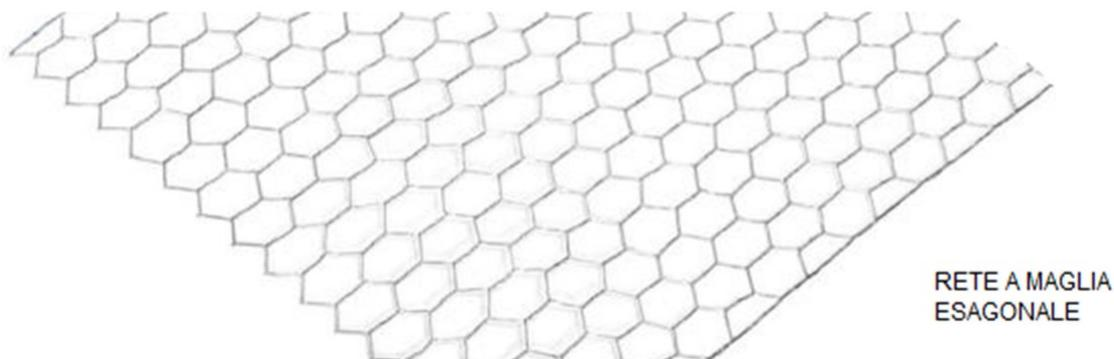

Fig. 3: inserimento della rete di rinforzo sopra tubazioni o canalizzazioni
- Sopra tubazioni o canalizzazioni è necessario armare il massetti con una rete di filo sottile a maglie esagonali (spessore minimo del massetto sopra tubo non inferiore a 2 cm) per evitare la rottura con formazione di crepe (Fig. 3):